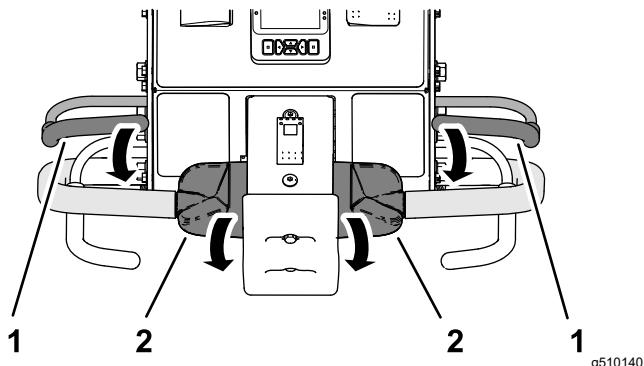

Bild 35
- Halten Sie einen der beiden Schaltbügel am Lenker fest und drehen Sie den oberen Teil des Fahrantriebshebels nach vorne (Bild 35).